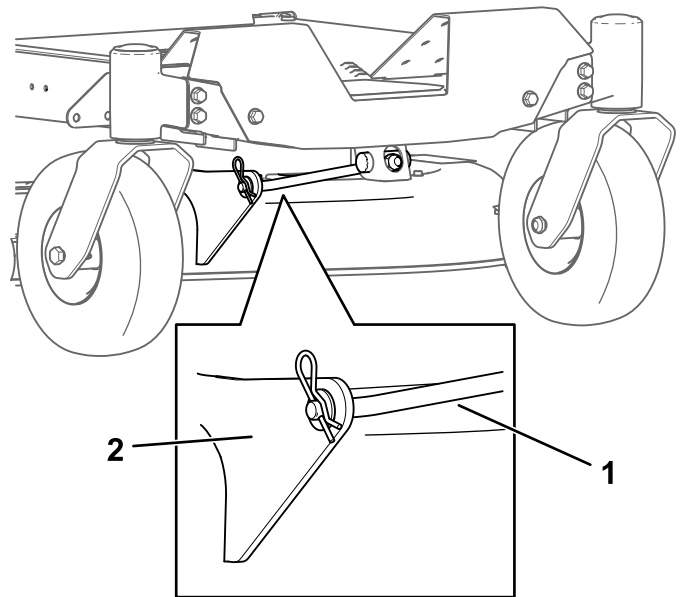

**Figura 64**
1. Gire la tuerca de ajuste de la parte delantera del cortacésped (Figura 64).